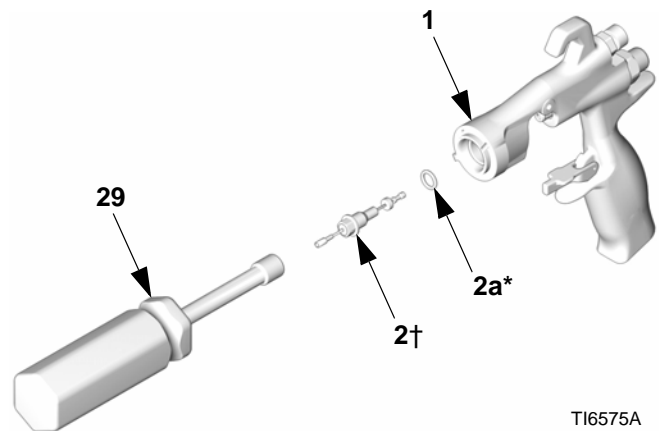
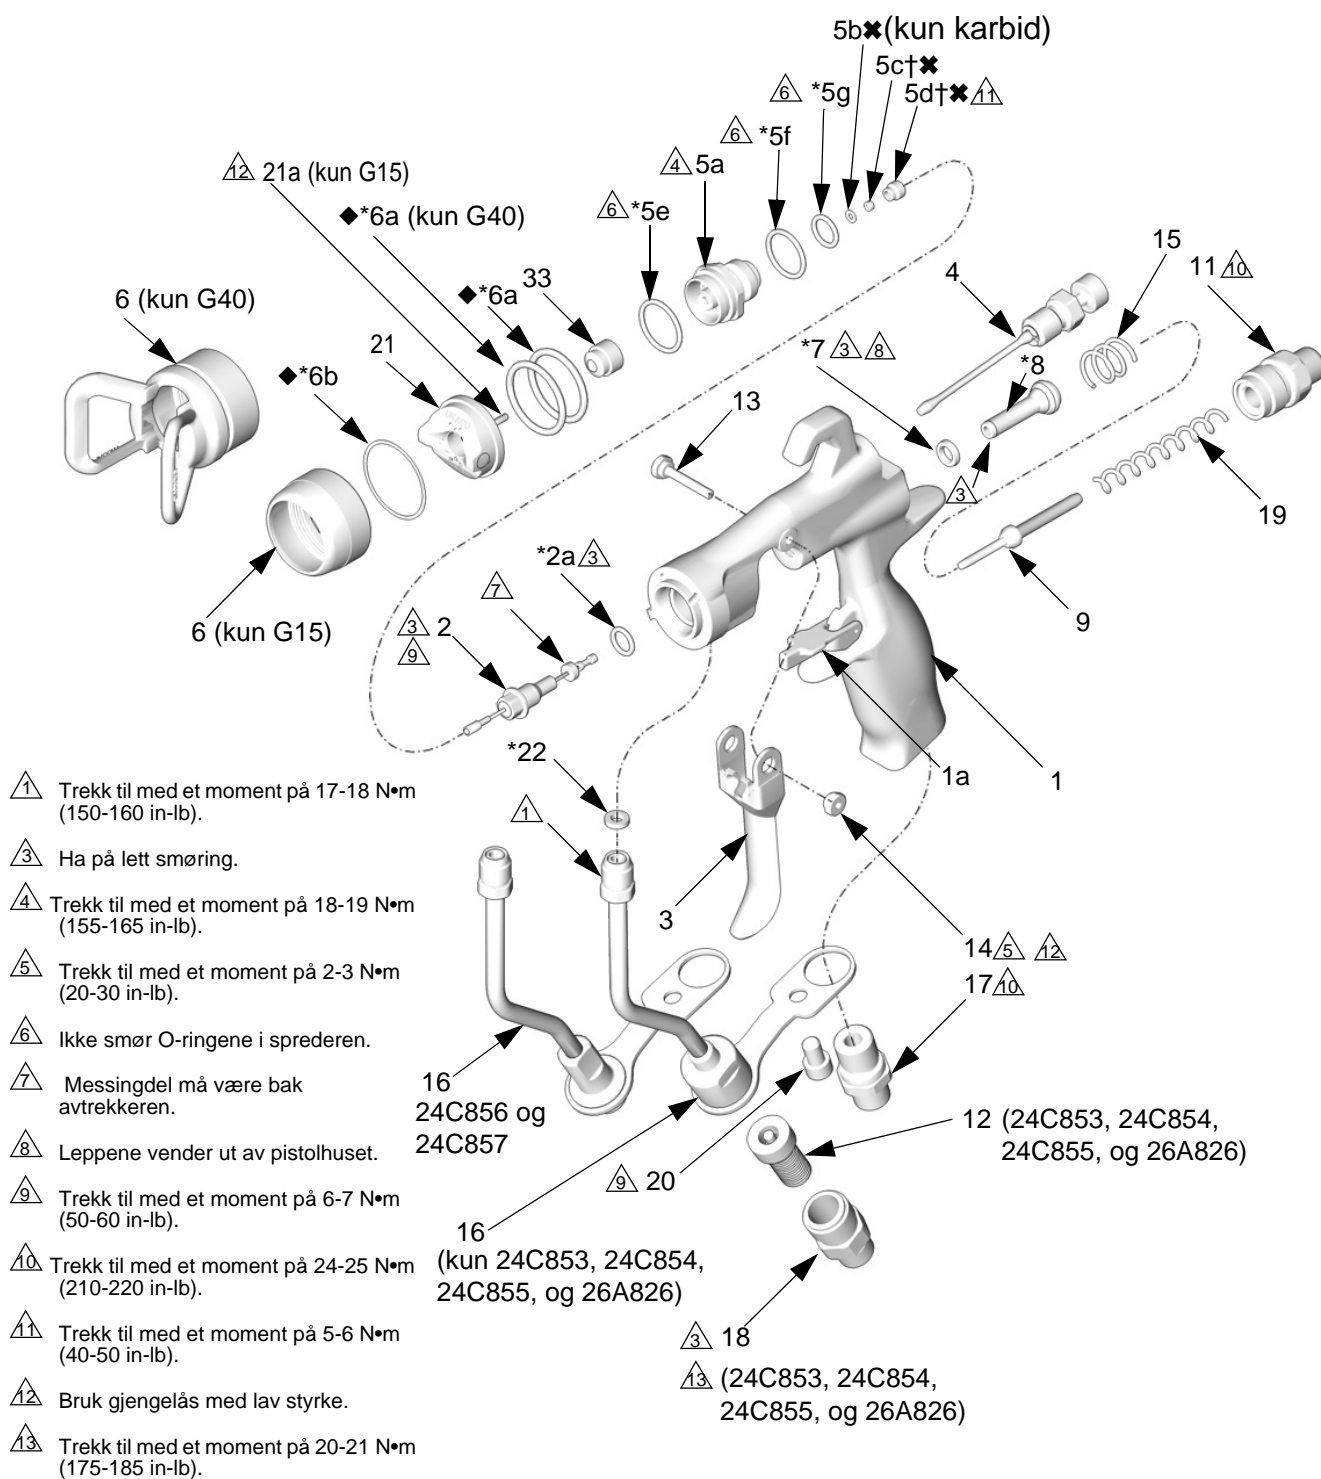

FIG. 42
FIG. 43
1. Installer slangekappen (22*) i pistolen. Stram væskeslangekobleren (C) for hånd inn i pistolens væskeinntak. Stram luftinntaktilpasningen (17) og skruen (20) for hånd. Trekk væskeslange koblingen til et moment på 17-18 N•m (150-160 in-lb). Trekk luftslange koblingen til et moment på 24-25 N•m (210-220 in-lb). Trekk væskeslange knektskruen til 6-7 N•m (50-60 in-lb). Se FIG. 43.
2. Installer væskefilteret (12) langs slangen inn i bunnen av væskeslangen. Skru væskeinntakstilpasningen (18) inn i bunnen av slangen. Trekk til med et moment på 175-185 in-lb (20-21 N•m). Se FIG. 43.
4. Smør fremre ende av luftventilmontagen (8*). Skyv forsiktig luftventilmontagen inn i baksiden av pistolen og så langt den kan gå, så den passerer gjennom U-koppen (7*). Vær forsiktig så du ikke skader U-koppen. Se FIG. 43.
5. Sett forsiktig den tynnere enden av skaftet (9) inn i luftventilen (8*).
6. Sett inn de to fjærene (15 og 19). Skru fjærhetten (11) på baksiden av pistolhuset. Trekk til med et moment på 24-25 N•m (210-220 in-lb).
7. Smør forsiktig nålmontagens O-ringer og skaft der pakningen glir. Forsikre at O-ringen (2a*) er på plass i pistolhuset (1).
8. Sett væskesnålmontagen (2) inn i munningen på pistolen. Ved hjelp av muttertrekkeren (29) skru væskesnålmontagen inn i pistolhuset (1) og trekk til med et moment på 6-7 N•m (50-60 in-lb). Se FIG. 42.
9. Installer avtrekker (3), lageraksel (13) og mutter (14). Bruk gjengelås av lav styrke og forsikre at messingdelen av væskesnålmontagen (2) er bak avtrekkeren. Se FIG. 43. Smør begge sider av lageraksel der avtrekkeren har kontakt med nålen og smør begge sidene av pistolen der avtrekkeren har kontakt med pistolhuset. Trekk til med et moment på 2-3 N•m (20-30 in-lb).
10. Hold inne avtrekkeren til pistolen for å trekke nålen tilbake mens du skrur spredermontagen (5) inn i pistolhuset (1) ved hjelp av pistolverktøyet (30). Trekk til med et moment på 18-19 N•m (155-165 in-lb). Når ordentlig strammet, vil flensen bunne ut på pistolen.
11. Fest mutteren (6), lufthetten (21) og dysen (33).